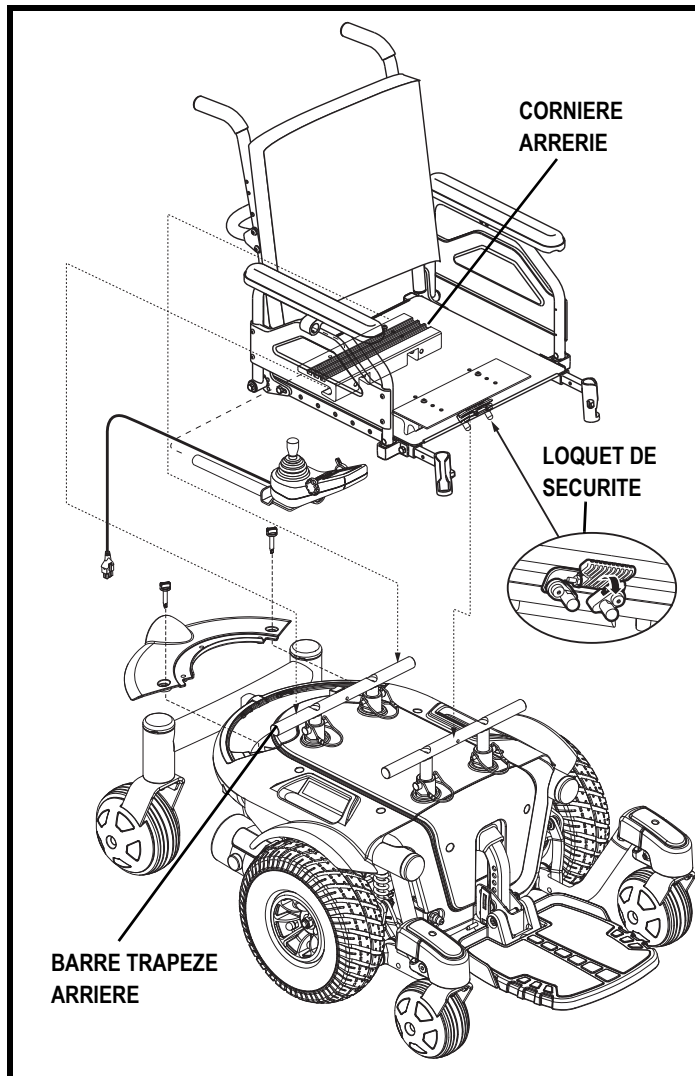

Figure 7. Système de montage universel
Il se peut que vous ayez à installer le siège avant la première utilisation ou après avoir transporté votre fauteuil motorisé. La plupart des sièges sont fixés à la base à l'aide du «Système de Montage Universel» (SMU). Le système de montage universel (SMU) est composé de pièces compatibles au siège à dossier moyen ou à dossier haut sans égard à la largeur ou à la profondeur du siège. Les composantes principales sont deux cornières en aluminum montées sous le siège. Celles-ci se fixent sur la paire de barres trapèze fixées sur la base motorisé. **Voir la figure 7.**
1. Inclinez le siège vers l'arrière et glissez la cornière arrière sur la barre trapèze arrière. **Voir la figure 7.**
3. Basculez le loquet vers le bas. **Voir la figure 7.**